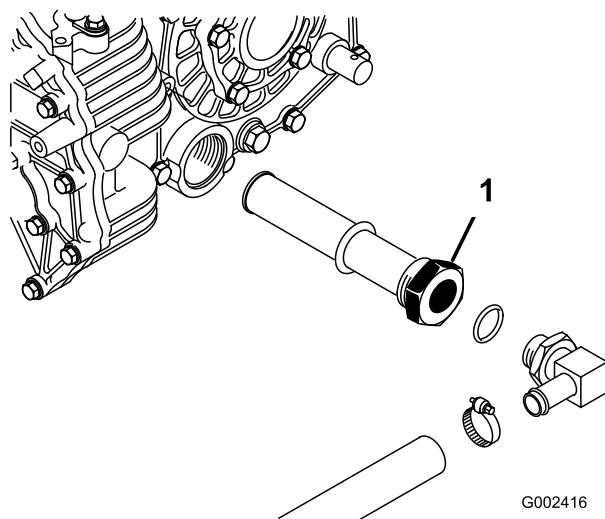

Figura 71
3. Repare na posição do tubo hidráulico e no conector de 90° ligado ao filtro de rede do lado do reservatório (Figura 71).